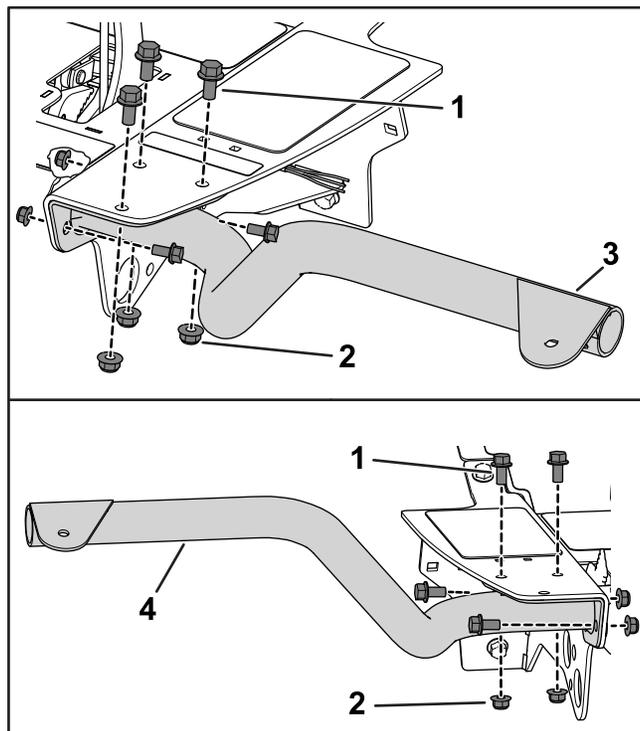

Figure 2
3. Avec 5 boulons à tête hexagonale ($\frac{3}{8}$ " x $\frac{3}{4}$ ") et 5 écrous à embase ($\frac{3}{8}$ "), fixez le support de phare gauche au support de plancher gauche (Figure 2).
4. Avec 4 boulons à tête hexagonale ($\frac{3}{8}$ " x $\frac{3}{4}$ ") et 4 écrous à embase ($\frac{3}{8}$ "), fixez le support de phare droit au support de plancher droit (Figure 2).